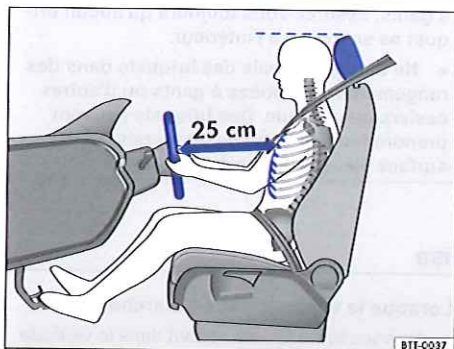
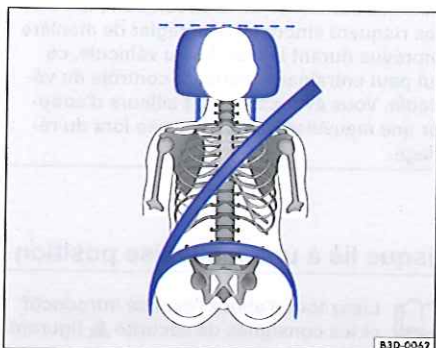

Fig. 41 La distance correcte du conducteur par rapport au volant doit être de 25 cm au minimum.
Fig. 42 Ajustement correct de la ceinture et réglage correct de l'appui-tête.
- Réglez l'appui-tête de sorte que son bord supérieur se trouve, si possible, au niveau de la partie supérieure de la tête, mais pas plus bas que les yeux. Positionnez toujours l'occupé le plus près possible de l'appui-tête ⇒ **fig. 41** et ⇒ **fig. 42**.
- Réglez le volant de sorte que la distance entre celui-ci et votre sternum soit de 25 cm au minimum ⇒ fig. 41 et de manière à pouvoir le tenir en plaçant vos deux mains à la périphérie, les bras étant légèrement pliés.